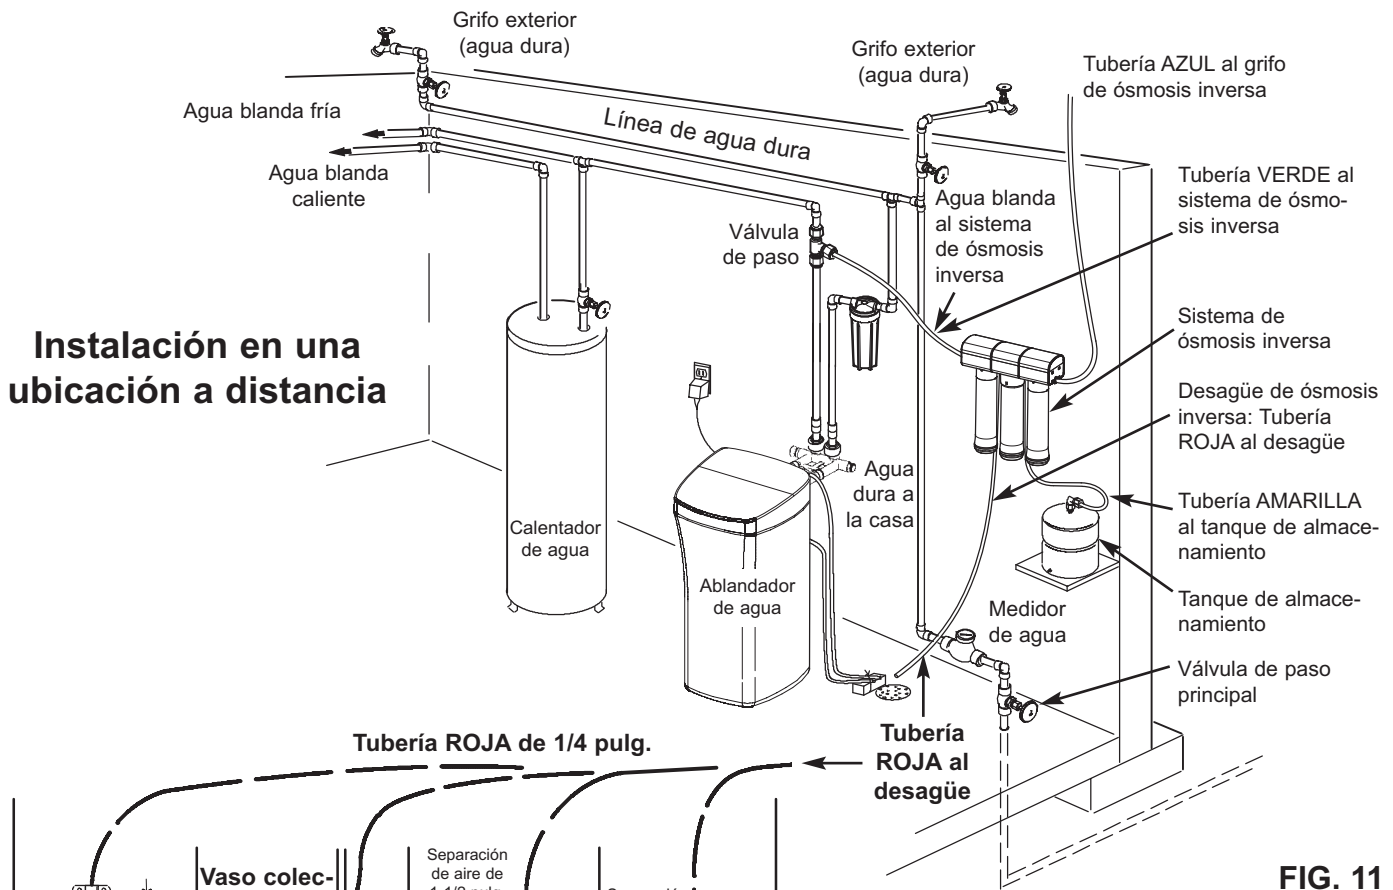

FIG. 11
1. Ubique la tubería roja de 1/4 pulg. en el conjunto del filtro de ósmosis inversa. Vea la Fig. 11.